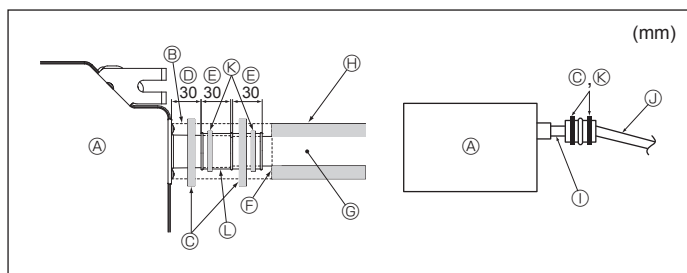

Fig. 6-2
1. Συνδέστε τον ακροσύνδεσμο αποστράγγισης (παρέχεται με τη μονάδα) στο άνοιγμα αποστράγγισης. (Fig. 6-2)